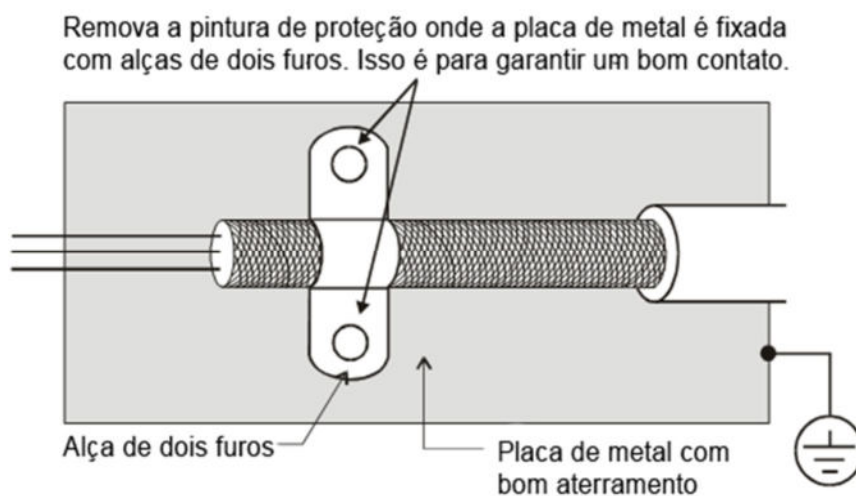

Figura 7-76
2. Remova a pintura protetora onde a placa de metal é fixada com alças de dois orifícios. Isso é para assegurar um bom contato. Veja a Figura 7-76